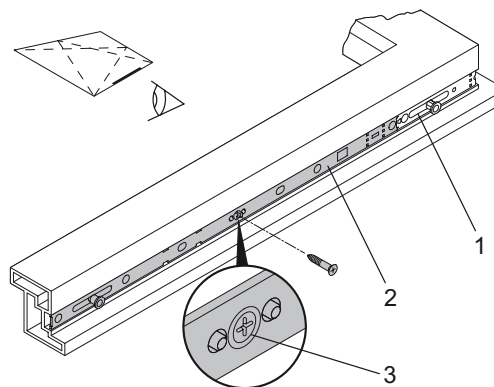

Рис. 12: Блокада МК (горизонтально)
23. Монтаж блокады МК на нижней стороне створки (Рис. 12):
- Подвести блокаду (2) к угловой передаче (1).
- Шуруп (3) должен быть закручен полностью до упора, т.к. при этом снимается блокировка блокады.